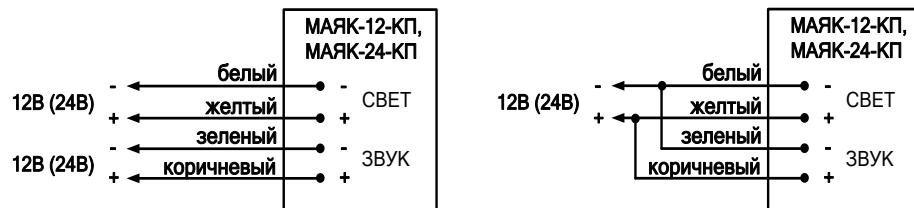

Рис. 1. Схемы подключения
2. Подключение изделий должно выполняться в соответствии со схемой (рис. 1).